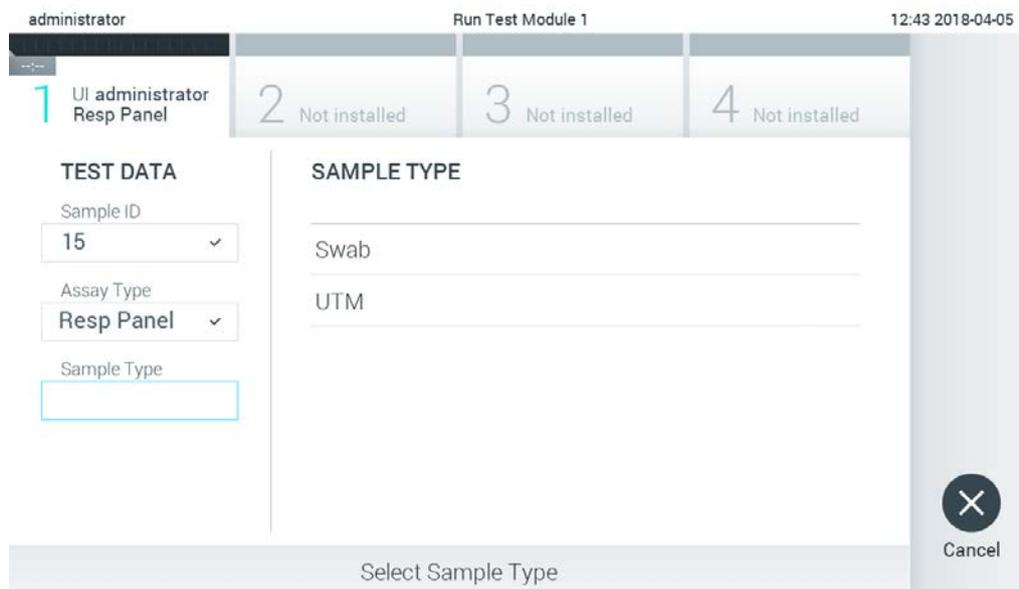

Abbildung 78: Auswahl des Probentyps
5. Das Feld Assay Type (Assay-Typ) wird automatisch ausgefüllt, und ggf. muss ein geeigneter Sample Type (Probentyp) manuell aus der Liste ausgewählt werden (Abbildung 78).